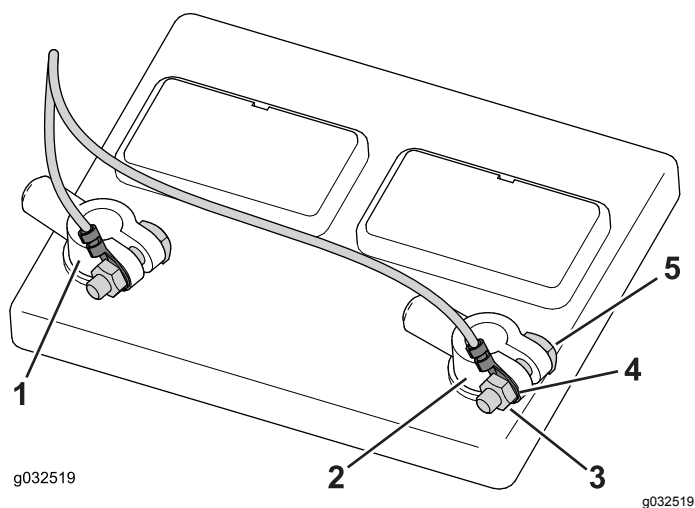

Bild 5
1. Verlegen Sie die roten und schwarzen Kabel (3,57 mm) entlang des Überrollschutzrohrs an der linken Seite des Rahmens und zur Batterie (Bild 5).
2. Lösen und entfernen Sie die Minuspolklemme und dann die Pluspolklemme von der Batterie (Bild 5).
- Nehmen Sie die Muttern von den Polschrauben ab (**Bild 5**).
- Befestigen Sie den Pluspolanschluss (rotes Kabel) über der Pluspolschraube und setzen die Mutter lose auf (**Bild 5**).
- Befestigen Sie den Minuspolanschluss (schwarzes Kabel) über der Minuspolschraube und setzen die Mutter lose auf (**Bild 5**).
- Befestigen Sie die Pluspolklemme am Pluspol der Batterie und die Minuspolklemme am Minuspol der Batterie (**Bild 5**).